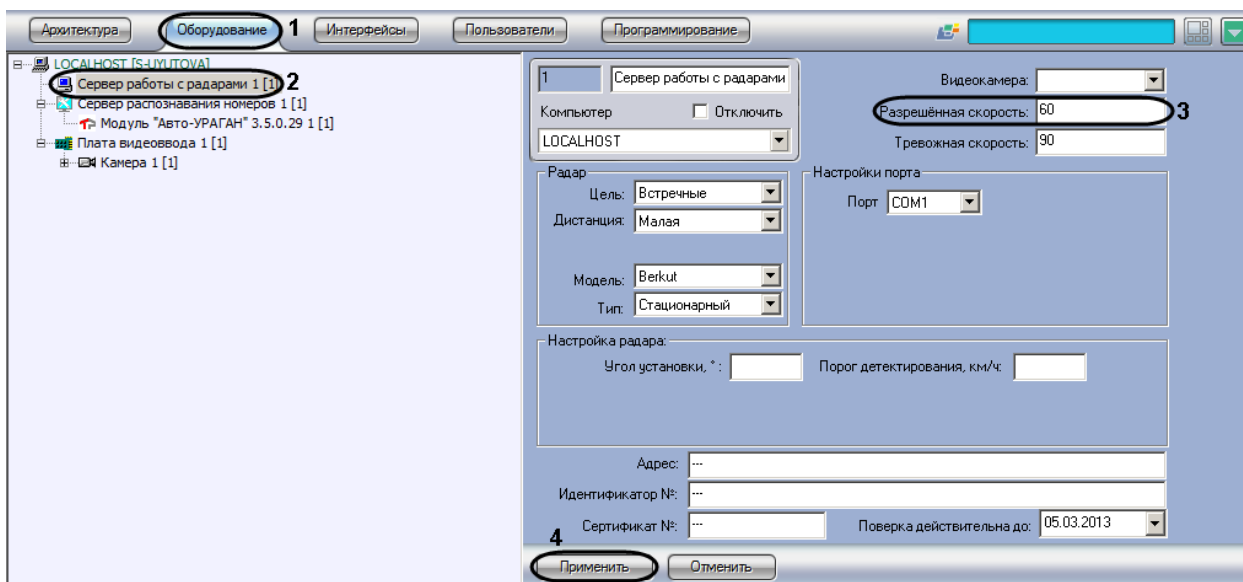

Рис. 7.3—4. Задание разрешенной скорости движения транспортных средств
2. В дереве объектов на вкладке «Оборудование» выбрать объект «Сервер работы с радарамми», соответствующий настраиваемому программному модулю «Радар» (Рис. 7.3—4, 2). В правой части вкладки «Оборудование» отобразится панель настройки выбранного объекта.
3. В поле «Разрешенная скорость» ввести разрешенную скорость движения транспортных средств, которую требуется отображать в отчете о распознанном номере (см. Рис. 7.3—4, 3). Параметр выражается в км/ч.
4. Нажать кнопку «Применить» (см. Рис. 7.3—4, 4).